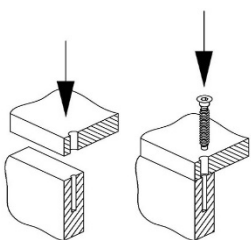
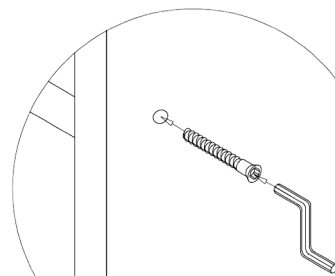

Рис. 3 –Установка винтов-конфирматов
Рис. 4 – Соединение винтом-конфирматом
1. В сквозные отверстия  $\varnothing 8$  мм пластей полок (3) вставьте конфирматы и соедините с брусками (4), (Рис.3), закрутив их ключом для конфирматов (Рис.4).
2. Установите собранные полки с брусками в металлические основания (1), (2) совместив вырезы в полках с трубами основания и закрепите при помощи шурупов-саморезов 3,5x16 мм и шурупов-саморезов 3,5x45 мм.